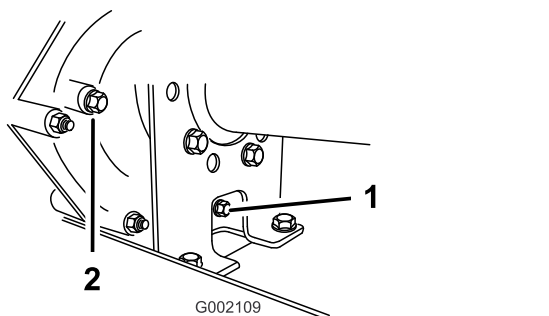
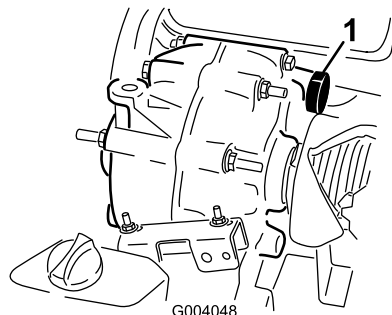

Рисунок 57
Рисунок 58
2. Тщательно протрите места вокруг пробок заливного и сливного отверстий ветошью (Рисунок 57).
4. Снимите пробку заливного отверстия, повернув ее против часовой стрелки (Рисунок 57).
5. Снимите пробку заливного отверстия, повернув ее против часовой стрелки (Рисунок 57).
6. Установите пробку сливного отверстия с прокладкой в сливное отверстие трансмиссии и затяните (Рисунок 57).
7. Долейте в бак (Рисунок 58) через заливное отверстие приблизительно 1,4 л рабочей жидкости указанного типа или доведите уровень рабочей жидкости в трансмиссии до нижней части резьбы (Рисунок 57).
8. Установите и затяните пробку заливного отверстия с прокладкой в заливное отверстие трансмиссии (Рисунок 57).
10. Проверьте уровень рабочей жидкости и добавьте ее, если уровень рабочей жидкости находится ниже резьбовой части заливного отверстия (Рисунок 57).